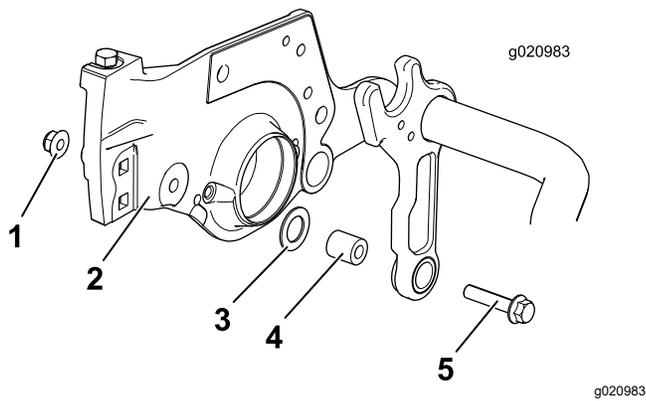

Bild 4
- Entfernen Sie an jeder Seite des Trägerrahmens die vorhandene Schraube, Mutter, Scheibe und das Distanzstück (Bild 4).